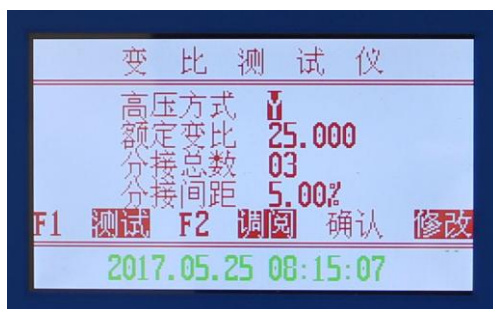
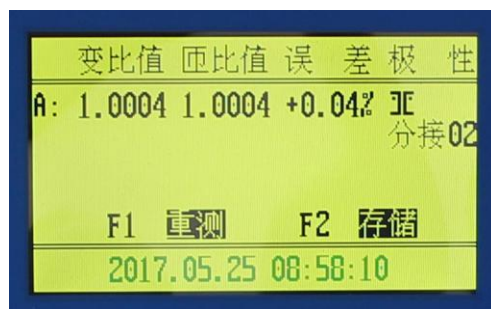

图 3
图 6
4 秒钟后屏幕显示见图 3。
② 时间设定：在开机后屏幕显示图 3 状态下，可按 **返回** 键进入修改界面，按 **← →** 键选择改变光标的位置，按 **↑ ↓** 键修改数字，完成修改后按 **确认** 键退出，返回到图 3 状态。如下图所示：
③ 单相变压器或 PT 互感器测量：此时可以在图 3 状态下修改参数选择高压方式 **单相**，其他按实际值修改，参数修改完成退出修改后，按 **F1** 键直接进入测试，显示“正在测试”，测试结果显示如图 6 所示：
④三相变压器测量(以Y型为例):此时可以在图3状态下修改参数选择高压方式“Y”，其他参数按实际值修改，参数修改完成退出修改后，按[F1]键直接进入测试，显示“正在测试”，测试结果显示如图7所示:
⑤盲测说明:如果在三相变压器铭牌参数不清楚的前提下，本仪器能够准确的测出变压器的变比值和组别号，但无法准确测出连接类型，分接位置等参数，具体操作及说明如下:将三相变压器的高低电压绕组分别按顺序接到本仪器的高低电压接线端，打开仪器，在图3状态下直接选择[F1]测试，显示“正在测试”，测试结果显示如图8所示，此图中所显示的数据只有变比值和组别号是准确的，由于其他参数不清楚，无法设定准确值，故所显示的匝比值、误差、分接值、连接方式等不是准确的数据，不能做为参考依据，如果知道高压方式，则可以测出实际的连接组别。
打开电源开关显示出主菜单（见图 3），此时按 **确认** 键，显示见图 4。此时可输入额定变比值，按照变压器铭牌上的高压端 9 分接电压值 110.0，低压电压 10.5，计算出额定变比 10.476，输入额定变比 10.476，分接总数 17，分接间距 1.25%，输入完成后，按 **返回** 键返回到主菜单，按 **F1** 键，仪器开始测量，测量结果见图 11 所示。
打开电源开关，显示主菜单（见图 3），操作与上例相似，只是额定变比的计算要注意，变压器铭牌高压端 9 分接电压值（ $525/1.732=$ ）303.1，低压侧电压 20，计算值是 $303.1/20=15.155$ ，输入到额定变比位置，在参数设置时，将高压方式改成“单”，额定变比改成 15.155，总分接数改成 17，分接间距改成 1.25%，修改完成后，按 **F1** 键进行测试。测试结果与图 6 相似。